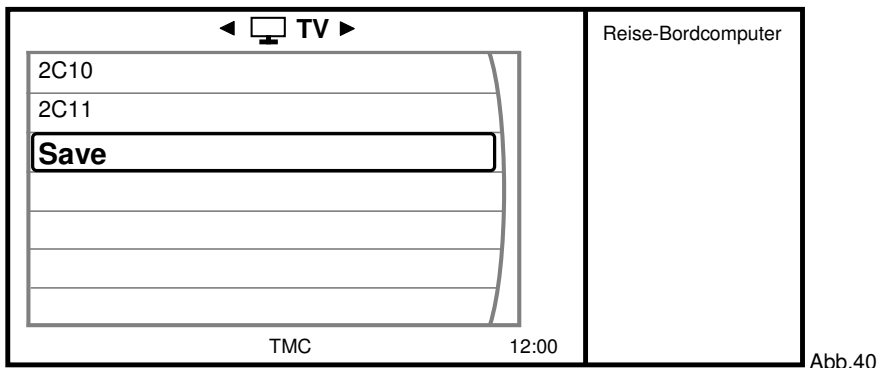

Abb.40
5. Einstellungen speichern – wählen Sie den Menüpunkt **SAVE** um die vorgenommenen Einstellungen zu speichern (Abb. 40).